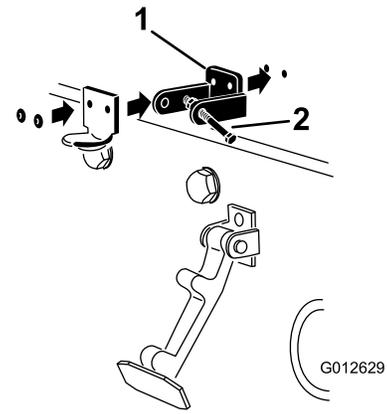

Bild 4
3. Fluchten Sie die Befestigungslöcher aus und positionieren Sie gleichzeitig die Halterung des CE-Riegels und des Motorhaubenriegels auf der Motorhaube. Die Riegelhalterung muss an der Haube anliegen (Bild 4). Nehmen Sie die Schraube und Mutter nicht vom Arretierungsarm für den Riegel ab.
5. Nieten Sie die Halterungen und Scheiben an die Haube (Bild 4).